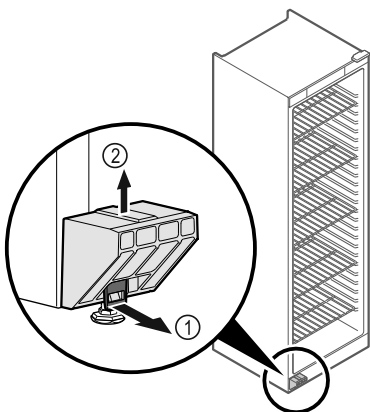

Fig. 1
- ▶ Nakładkę Fig. 1 (1) pociągnąć do przodu.
- ▶ Zabezpieczenie transportowe Fig. 1 (2) pociągnąć w górę i zdjąć.